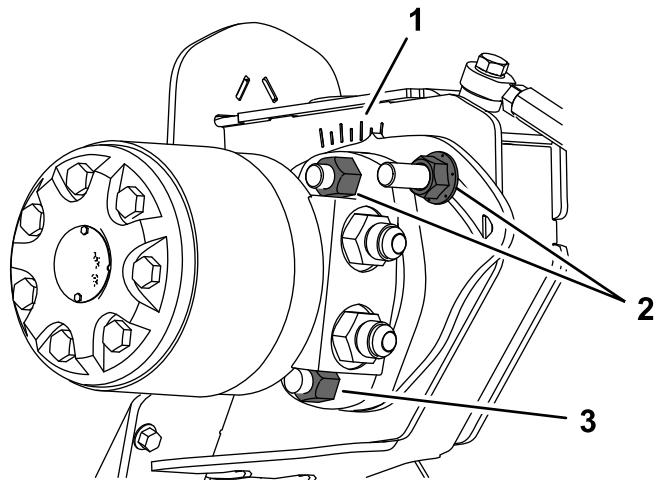

Figure 21
1. Desserrez, mais ne retirez-pas, les 3 boulons de montage sur le moteur de la brosse jusqu'à ce le moteur pivote autour du boulon inférieur (Figure 21).